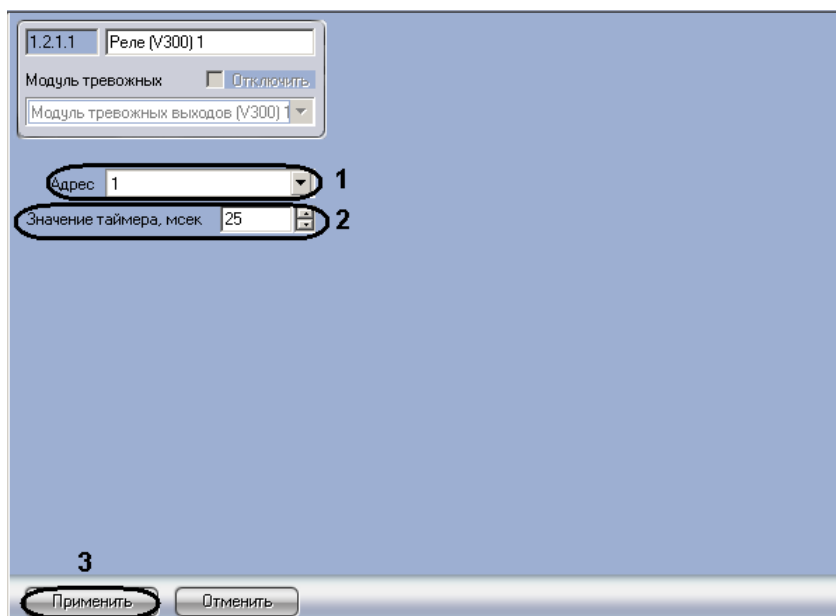

Рис. 3.8—8 Настройка реле интерфейсных модулей V200, V300
2. В поле **Адрес** установлен адрес реле (см. Рис. 3.8—8, 1). Изменение адреса может привести к потере связи с реле.
3. Ввести время работы таймера реле в миллисекундах в соответствующем поле (см. Рис. 3.8—8, 2).